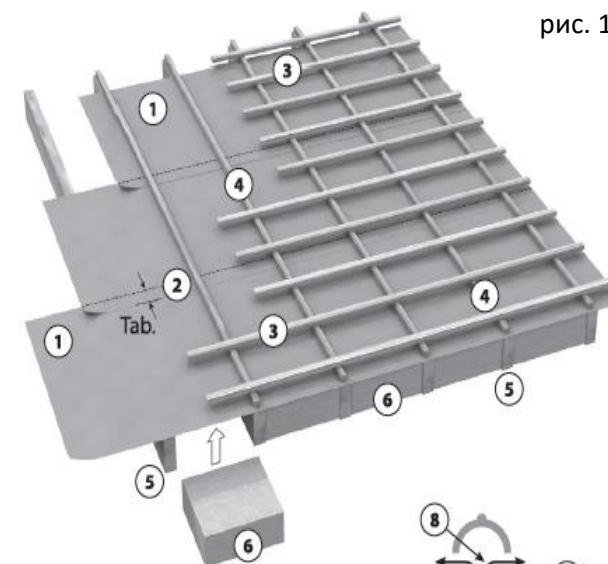

рис. 1
5. Мембрана должна монтироваться непосредственно на термоизоляцию (рис. 1), уложенную между балками конструкции кровли, или на этой конструкции (на стропилах). Она также может быть уложена над нежилыми чердаками (холодными), где теплоизоляция уложена на потолке
11. Мембрана может быть уложена на конструкции крыши (стропилах) (рис. 1), а мембраны плотностью 115 – 265 могут быть также размещены на сплошном настиле из досок.